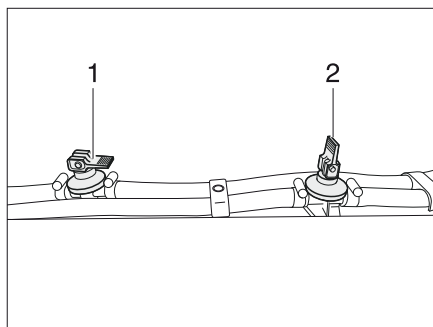

Bild 357 Avtappningskran
- Öppna alla avtappningskranar. Ställ vipparmen (i Bild 357,2) i lodrätt läge.